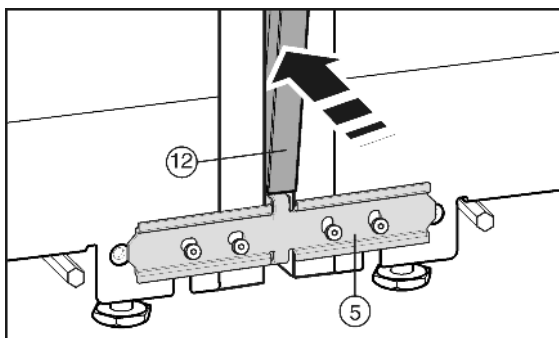

Fig. 9
Voor het aanbrengen van de afdeklijst Fig. 9 (12) de beide randen over de gehele lengte samendrukken. De lijst kan dan makkelijker in de spleet worden geschoven. Om de lijst erin te drukken een zachte doek gebruiken, om deuken in het oppervlak van de afdeklijst te vermijden. De lijst zorgvuldig en recht in de spleet drukken om ervoor te zorgen dat de lijst mooi aansluit.
- Aan de voorkant de lange afdeklijst Fig. 9 (12) in de verticale spleet drukken. Let erop, dat de lijst op de verbindingsstrip Fig. 9 (5) ligt.